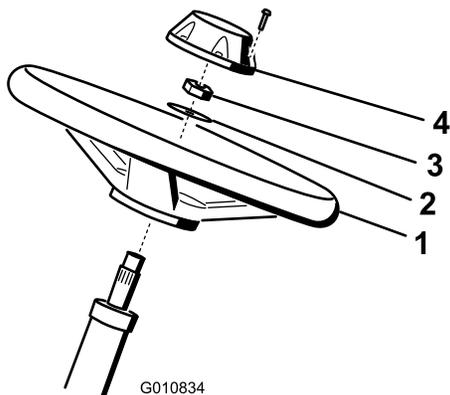

Bild 5
1. Schieben Sie das Lenkrad auf die Lenkwelle (Bild 5).
2. Schieben Sie die Scheibe auf die Lenkwelle (Bild 5).
3. Befestigen Sie das Lenkrad mit einer Sicherungsmutter an der Welle und ziehen es auf 27-35 N·m an (Bild 5).
4. Setzen Sie den Deckel auf und befestigen ihn mit sechs Schrauben am Lenkrad (Bild 5).